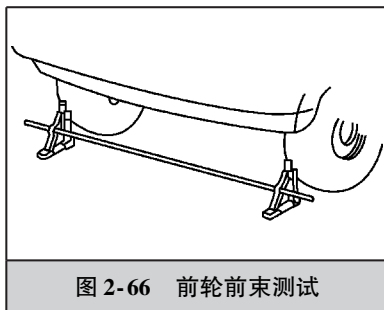

图 2-66 前轮前束测试
1) 检查前轮前束可用前束机械轮距测试器测试,如图2-66所示。